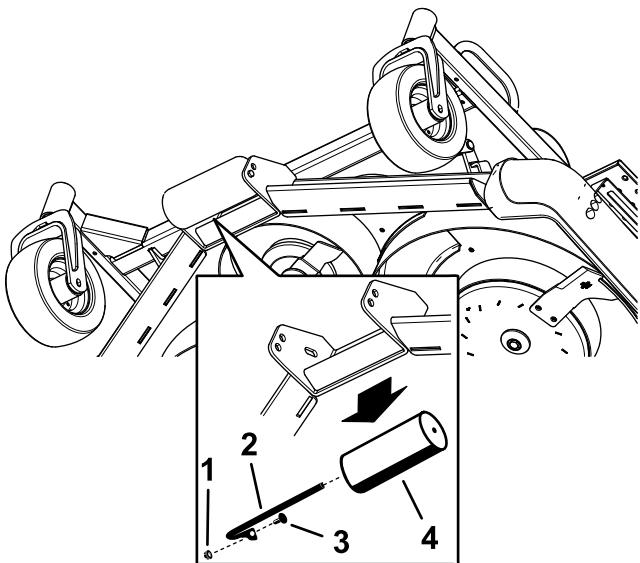

Figura 30
4. Remova o veio do rolo, o parafuso e a porca que prendem o rolo ao suporte da plataforma (Figura 30).